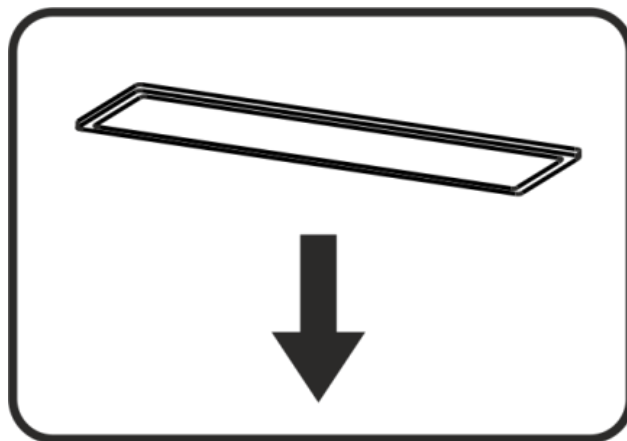

Рис. 8
8.8 На витяжці встановлено **LED** лампу підсвітки робочої зони плити. Перед початком заміни ламп освітлення необхідно відключити витяжку від електромережі, дати можливість охолонути лампі. Для заміни лампи необхідно зняти алюмінієві фільтри, відтиснути тримач патрона так, щоб лампа вийшла з корпусу витяжки. Замість неї необхідно встановити нову з тими ж характеристиками і встановити фільтри (рис.8).